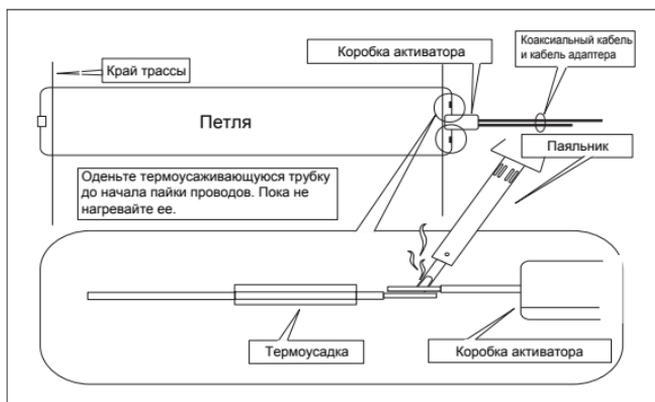

Рисунок 2.2 Пайка концов провода петли
- b) Когда все провода установлены, оденьте отрезок термоусаживающейся трубки через конец провода петли. Затем припаяйте провод петли к короткому отрезку провода на коробке активатора. Когда спаиваете провода вместе, припой должен растечься по всей длине соединения, а не только вокруг него. Теперь поместите отрезок термоусаживающейся трубки поверх паянного соединения и поддержите его над источником тепла для усадки трубки (смотрите рисунок 2.2). Повторите процедуру для второго конца провода петли детектирования.